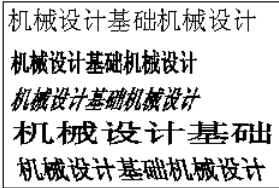

图 6-2 同一字体的不同样式
(1) “字体”选项组：确定字体式样。文字的字体确定字符的形状，在AutoCAD中，除了它固有的SHX形状字体文件外，还可以使用TrueType字体（如宋体、楷体、italley等）。如图6-2所示一种字体可以设置不同的效果从而被多种文本样式使用。